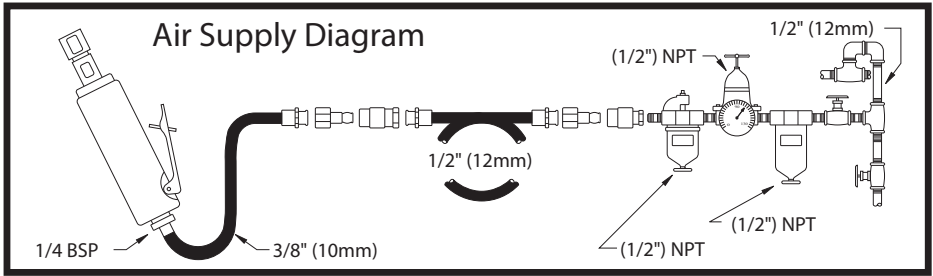

Fig. 01
3. Operation (See figures 01, 02 & 03)
- Connect device as shown in Fig. 01.
- To start the machine, pull the trigger (A). Machine speed is increase by increasing pressure on the trigger. Release the trigger to stop.
3. Utilisation (Voir figures 01, 02 & 03)
- Connectez l'appareil comme le montre la Fig. 01
- Pour démarrer la machine, appuyez simplement sur la gâchette (A). La vitesse de la machine augmente en augmentant la pression sur la gâchette. Relâchez la gâchette pour arrêter.